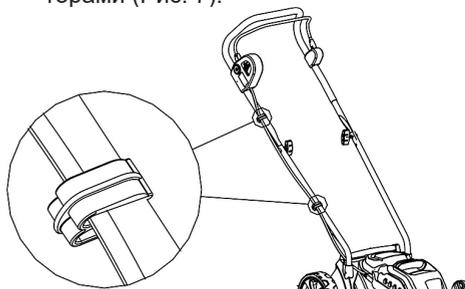

Рис. 7 Установка фиксаторов кабеля включения
6. Закрепите кабель включения фиксаторами (Рис. 7).